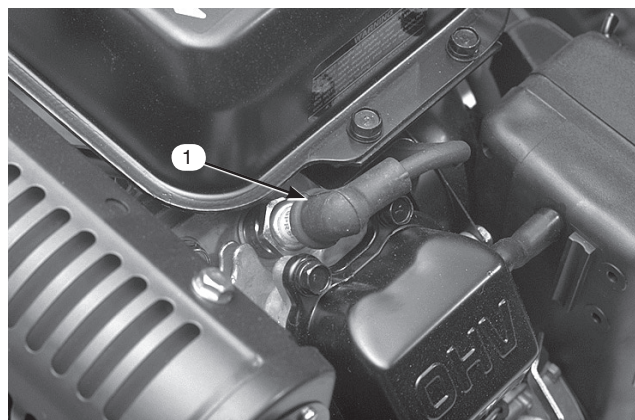

図31
2. プラグの周囲を清掃し、シリンダ・ヘッドからプラグを外す (図31)。